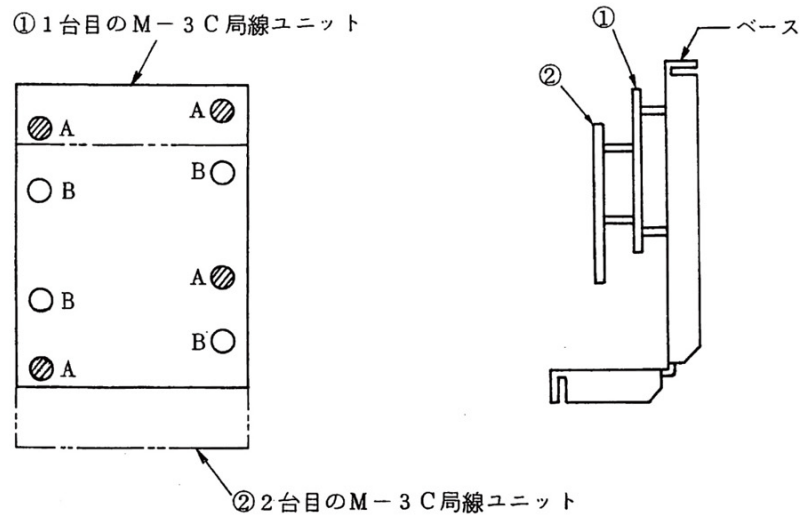

図3. M-3C局線ユニットの取付
- (1) 1台目のユニットを取付ける場合には、本体ベースに取付けられているロックグサポート(4ヶ所)がユニットのA穴に入るように差し込みます。
- (2) 2台目のユニットを取り付ける場合には、添付品のロックグサポートを1台目のユニットのB穴に差し込み、2台目のユニットを図3の②の位置にくるように取付けます。